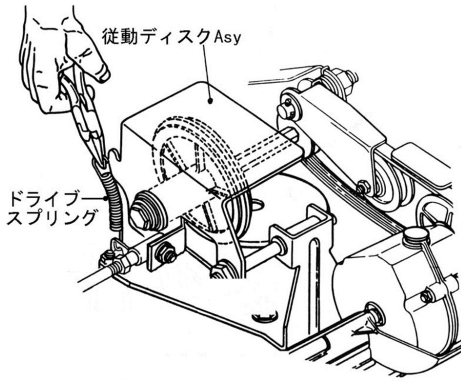

図 3-5
1. 従動ディスク ASSY のドライブスプリングをブライヤーで外します。(図 3-5)
6. 従動ディスク ASSY のドライブスプリングを元のように、従動ディスク ASSY に引っ掛けます。(図 3-5)